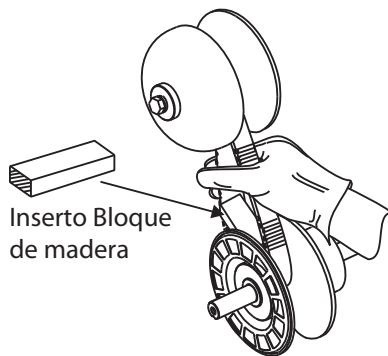

Figura 19. Polea inferior sujeta en posición abierta
2. Se inserta un bloque de madera entre la cara móvil y la cara fija de la polea de impulsión inferior para ayudar a mantener las caras de la polea de impulsión abiertas mientras se instala la nueva correa de impulsión. Vea la Figura 19.